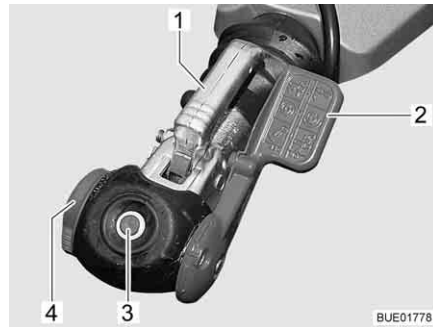

Fig. 4 Gancio di sicurezza AKS 1300
- Portare la leva di stabilizzazione (Fig. 4,2) nella posizione più alta.
- Ruotare la manovella (Fig. 4,4) in senso antiorario fino all'arresto in posizione aperta.
- Tirare la maniglia del gancio (Fig. 4,1) verso l'alto.
- Eseguire un controllo a vista: Il cilindro verde dell'indicazione di sicurezza (Fig. 4,3) deve essere ben visibile.